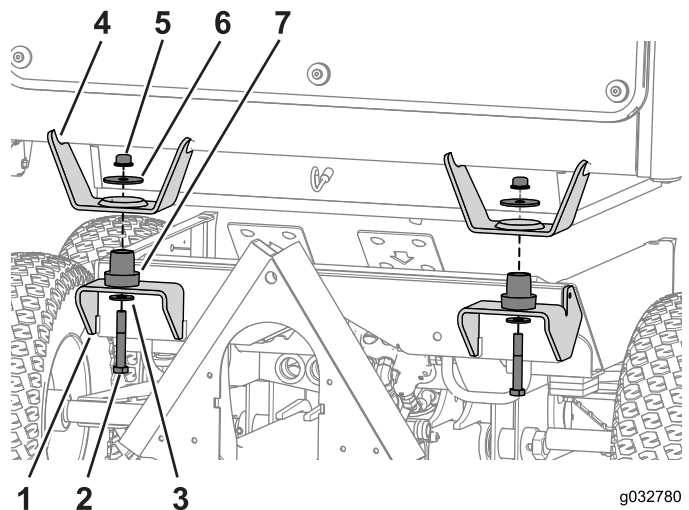

Figura 65
2. Desça a cabina até à máquina alinhando os 2 orifícios dos parafusos nas montagens frontais (Figura 65).